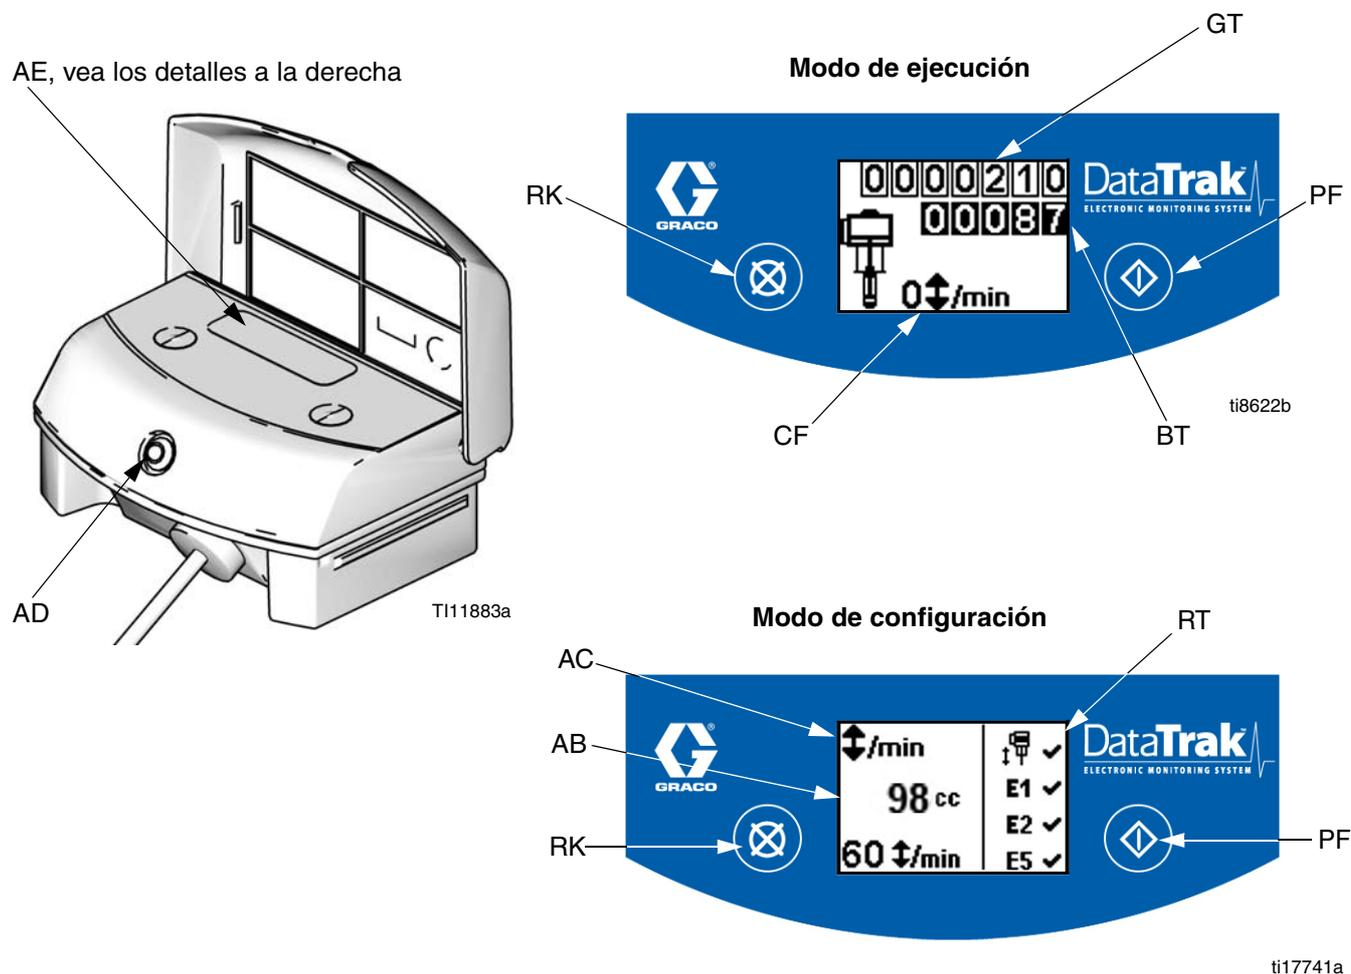

FIG. 4. Controles e indicadores de DataTrak
## Leyenda para la FIG. 4
1. Vea FIG. 4, página 33. Mantenga pulsado  durante 5 segundos hasta que aparezca el menú Configuración.
1. Vea FIG. 4, página 33. Para entrar al modo de cebado/lavado, pulse cualquier tecla para activar la pantalla, luego pulse . Aparecerá el símbolo Cebado/Lavar en la pantalla y el LED parpadeará
2. Mientras está en modo de cebado/lavado, el totalizador de lote (BT) no contará. El totalizador global (GT) continúa la cuenta.
Vea FIG. 4, página 33. El último dígito del totalizador de lotes (BT) representa décimos de galón o litro. Para reponer a cero el totalizador, pulse cualquier tecla para activar la pantalla y, después, mantenga pulsado  durante 3 segundos.
Vea FIG. 4, página 33. La pantalla (AE) se apagará después de 1 minuto de inactividad en modo de ejecución o 3 minutos en modo de configuración. Pulse cualquier tecla para activar la pantalla.
DataTrak puede diagnosticar varios problemas de la bomba. Cuando el monitor detecta un problema, el LED (AD, FIG. 4) parpadeará y aparecerá en la pantalla un código de diagnóstico.